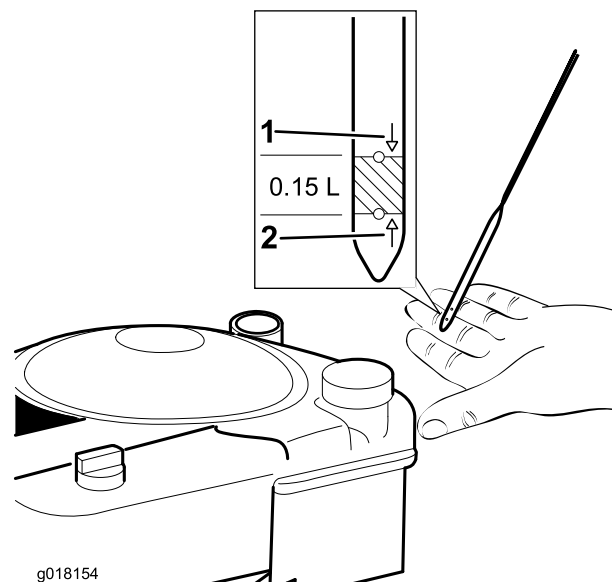

Figura 6
2. Versate **lentamente** dell'olio nel tubo di riempimento, attendete 3 minuti poi controllatene il livello con l'apposita asta: pulite l'asta e inseritela completamente nel tubo (Figura 6)
3. Riempite di olio il motore fino a quando l'asta di livello non indica che il livello dell'olio è corretto, come illustrato nella Figura 6. Se riempite eccessivamente il motore, estraete l'olio in eccesso come indicato in Cambio dell'olio motore (pagina 14).
1. Togliete l'asta di livello (Figura 6).